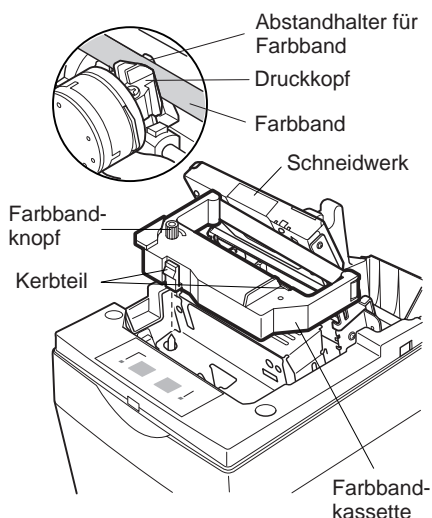
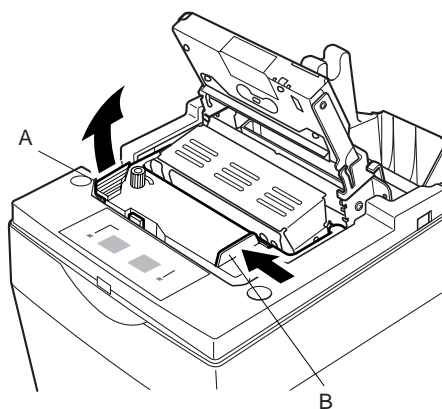

Abb. 6-10 Einlegen einer Farbbandkassette
Abb. 6-11 Farbbandkassette ausbauen
- ④ Die Farbbandkassette in der Richtung einsetzen wie in der Abbildung 6-10 gezeigt und eindrücken, bis sie hörbar einrastet. Wenn die Farbbandkassette nicht richtig sitzt, eingedrückt halten und gleichzeitig den Farbbandknopf in Pfeilrichtung drehen.
- ⑤ Um Schlaufen im Farbband aufzuwickeln, den Farbbandzuführknopf der Farbbandkassette in Pfeilrichtung drehen.
- ⑥ Das Schneidwerk schließen.
- ⑦ Zum Anbringen der Frontabdeckung die Ausbausritte wie in ② beschrieben in umgekehrter Reihenfolge ausführen.
- ⑧ Beim Entfernen der Farbbandkassette den Teil A anheben und dann die Kassette an Teil B halten und Abziehen wie in Abbildung 6-11 gezeigt.